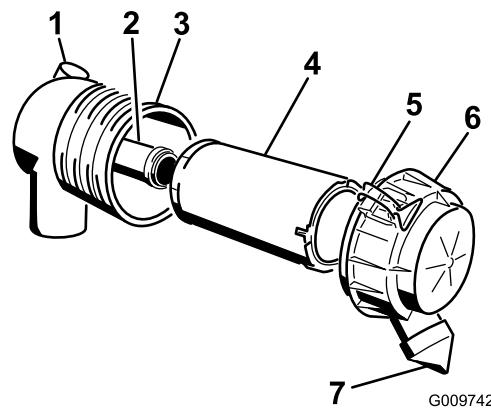

Figura 30
1. Extraiga con cuidado el filtro primario del cuerpo del limpiador de aire (Figura 30). Evite golpear el filtro contra el lado de la carcasa.
4. Si va a cambiar el filtro de seguridad, deslice cuidadosamente el filtro nuevo en el cuerpo del filtro (Figura 30).
5. Deslice cuidadosamente el filtro primario por encima del filtro de seguridad (Figura 30). Asegúrese de que está bien asentado empujando sobre el borde exterior del filtro mientras lo instala.
6. Instale la tapa del limpiador de aire con el lado que lleva la palabra UP hacia arriba, y fije los cierres (Figura 30).